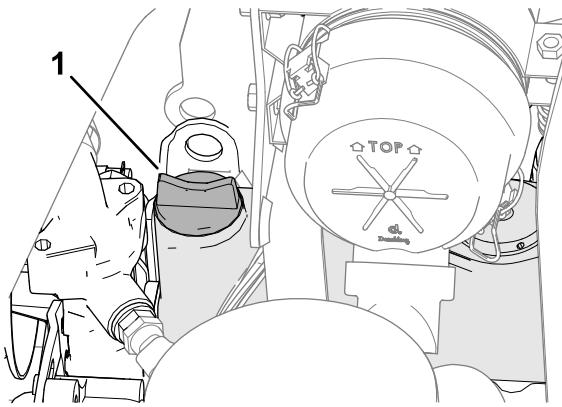

Рисунок 67
- Если уровень масла ниже допустимого, снимите крышку маслозаливной горловины (Рисунок 67) и постепенно, небольшими порциями долейте масло, периодически проверяя его уровень, до отметки «Полный» на масломерном щупе.